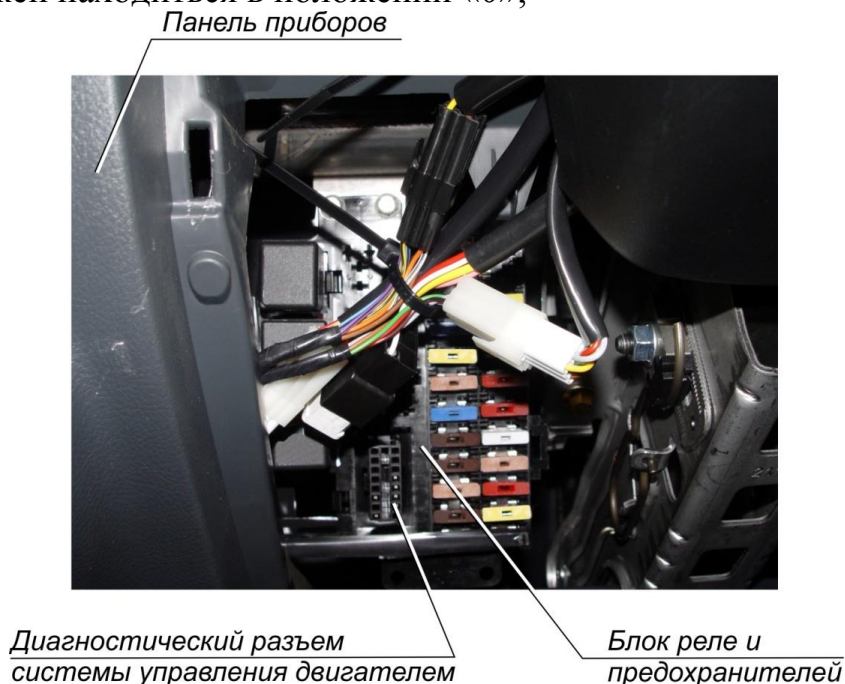

Рис. 7.60. Диагностический разъем системы управления двигателем
- подключить диагностический адаптер к диагностической колодке системы управления двигателем (рис. 7.60), при этом ключ выключателя приборов и стартера должен находиться в положении «0»;